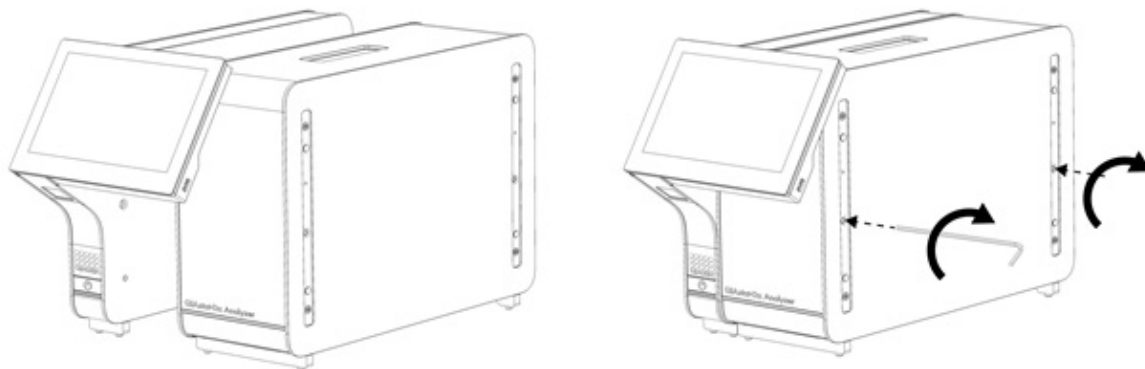

Figura 6. Atașarea modului operațional pe modulul analitic.
3. Scoateți Modulul operațional din cutie și atașați-l pe partea stângă a Modulului analitic. Strângeți șuruburile folosind instrumentul de asamblare modul analitic-operațional, livrat împreună cu QIAstat-Dx Analyzer 1.0 (Figura 6).